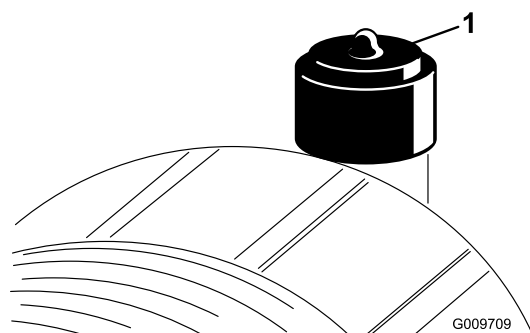

Figura 50
Effettuate la manutenzione del filtro dell'aria quando l'indicatore (Figura 50) lo richiede. Sostituendo il filtro dell'aria prima del necessario si aumenta il rischio che la morchia penetri nel motore quando si toglie il filtro.
- Se la spia (Figura 50) è rossa, resettatela.